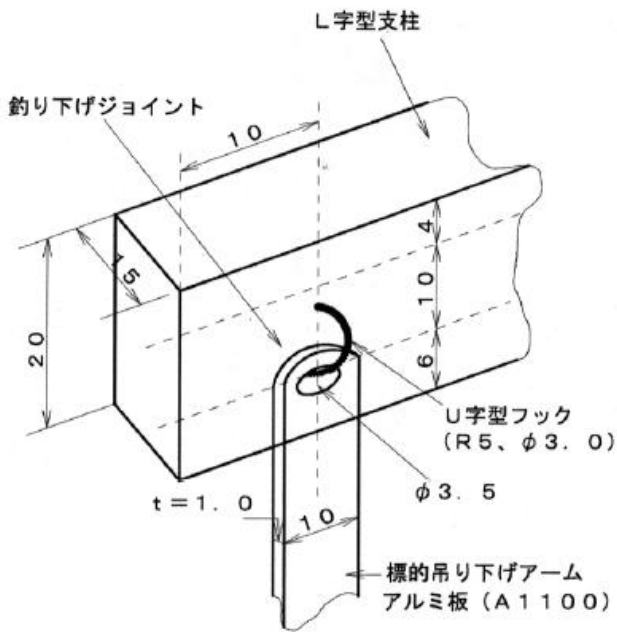

図 4：釣り下げジョイントの形状
- 4) i) の垂直標的と ii) の平行標的とも、標的中心の高さは床面から 200 mm とし、床面高さ 400 mm に設置された吊り下げジョイントで吊るされているものとする。吊り下げジョイントの構造を図 4 に示す。標的は、ABCDEF ともすべて 30 g 以下の質量とする。厚みはすべて 1 mm とする。